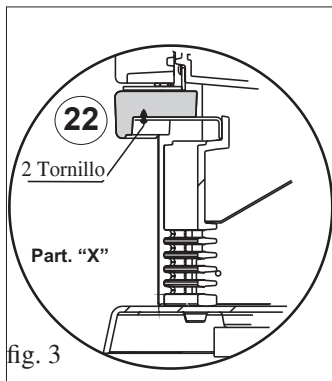

fig. 3
- Desatornillar con la llave Allen suministrada los tornillos de tope de la rejilla inferior en fundición (43) y extraerla.
- Posicionar la parte frontal (22) y fijarla con los 2 tornillos M6x12 (utilizando llave Allen) como se indica en la figura "X" (fig. 3).